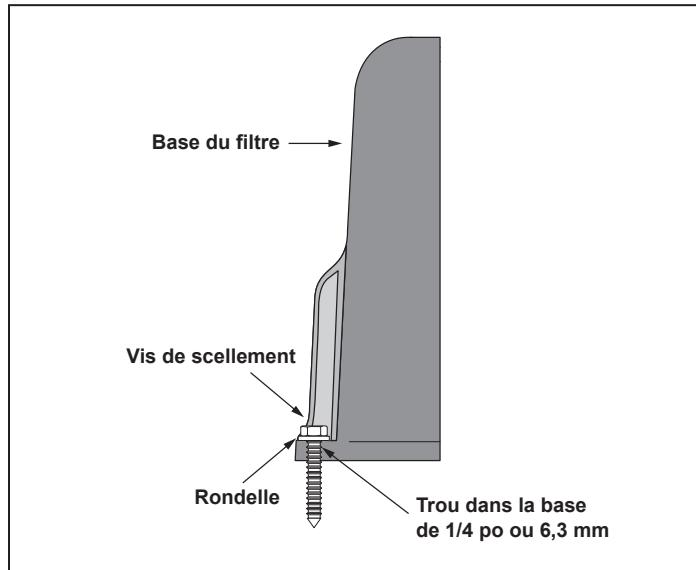

Figure 4. Installer les vis d'ancrage
1. Après avoir placé le filtre, percer un trou dans chacun des trois (3) trous à la base du filtre. (La taille de la mèche à béton à utiliser doit vous être communiquée lors de l'achat des vis à béton). Les vis à béton doivent répondre à toutes les exigences applicables du code de construction.
2. Installer les vis et les rondelles pour fixer le filtre sur le socle de l'équipement. Voir la figure 4. Ne pas trop serrer les vis.